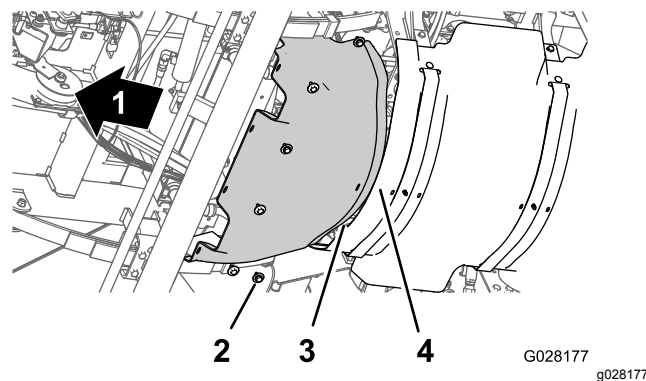

Figura 60
1. Alinhe a flange traseira da proteção térmica frontal por cima da flange dianteira da proteção térmica traseira (Figura 60).
2. Alinhe os orifícios da proteção térmica frontal com os orifícios roscados no chassis (Figura 60).
3. Monte a proteção térmica frontal na máquina com os 6 parafusos de cabeça hexagonal e as 6 anilhas (Figura 60) que retirou no passo 3 de Retirar a proteção térmica dianteira \(página 54\).